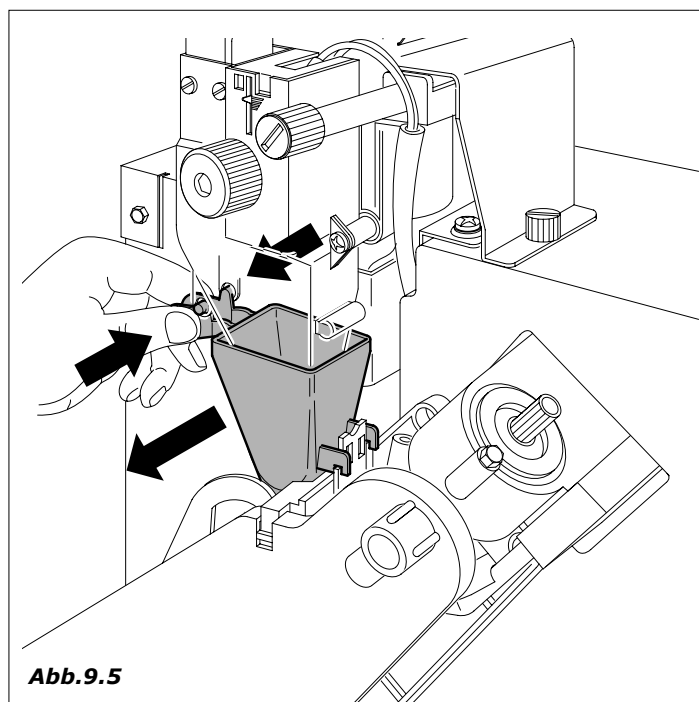

Abb. 9.5
- Produktrutsche und Trichter (Abb. 9.5)